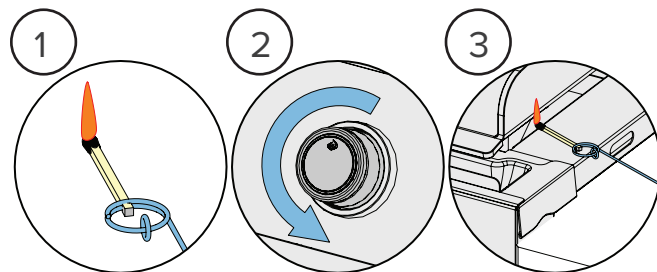

Fig. 2
3. Mientras gira el botón del quemador correspondiente a la posición alta. (Fig. 2)